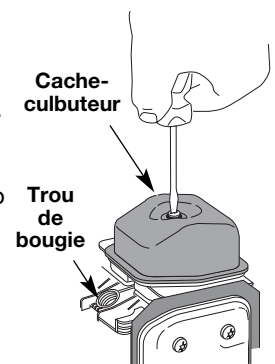

Fig. 39
5. Limpie la suciedad de alrededor de la cubierta del brazo oscilante. Saque el tornillo que sostiene la cubierta del brazo oscilante con un destornillador grande de vástago plano o con una broca Torx T-25 (Fig. 39). Saque la cubierta y la junta del brazo oscilante.